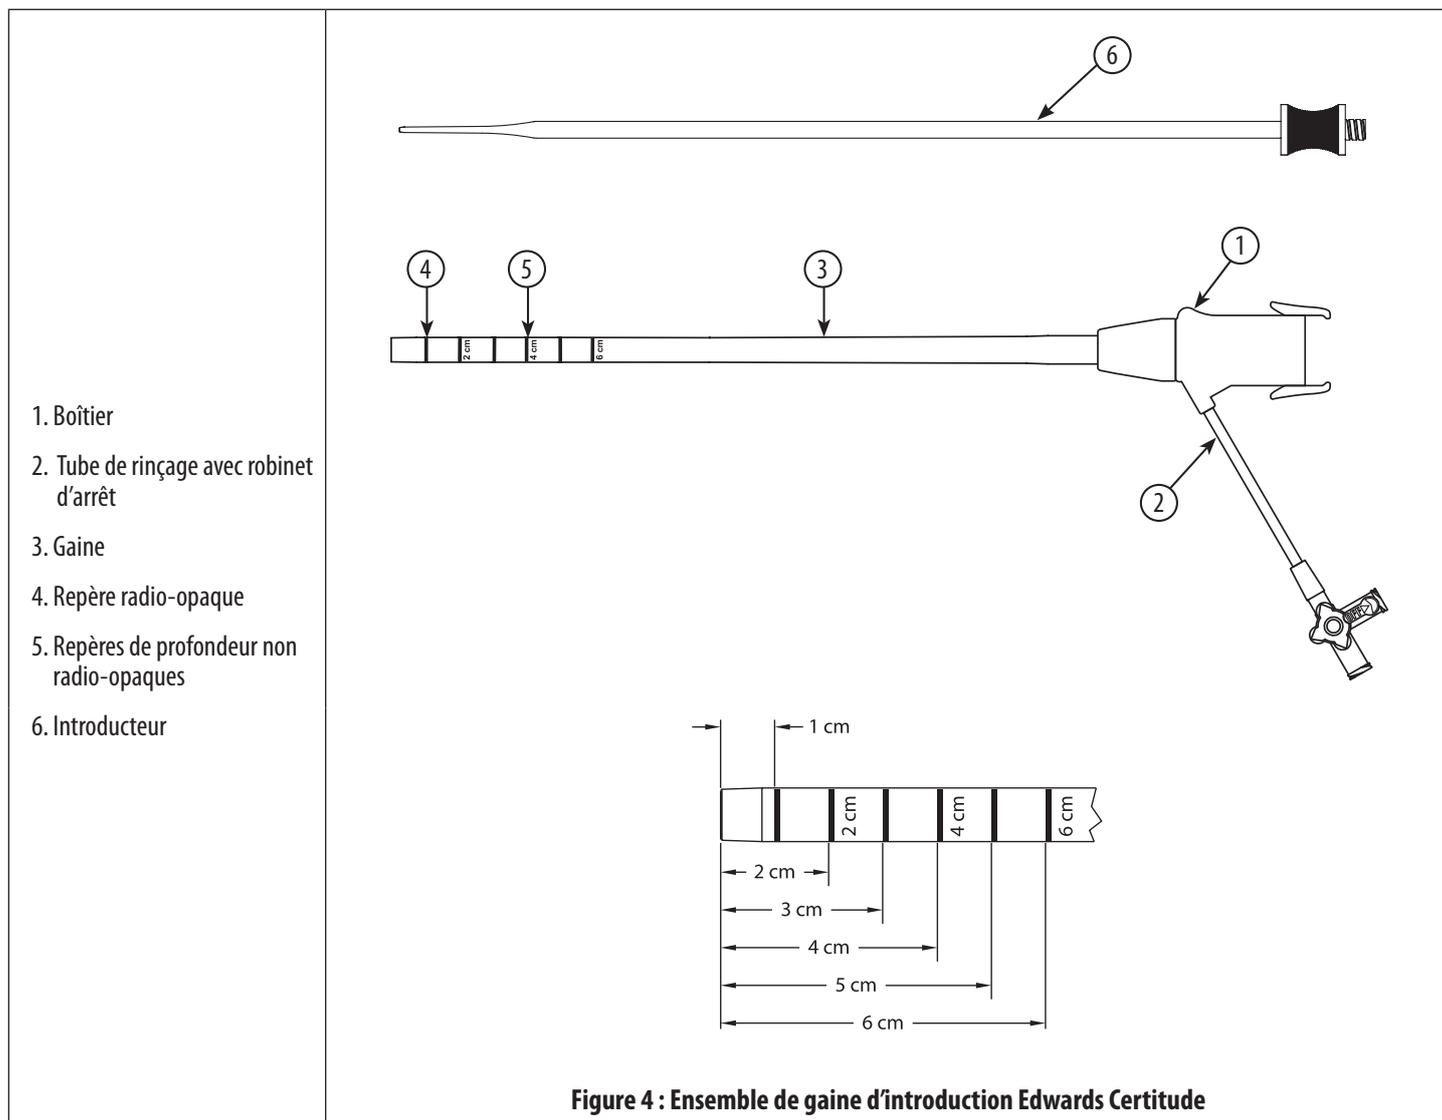

Figure 4 : Ensemble de gaine d'introduction Edwards Certitude
• Ensemble de gaine d'introduction Edwards Certitude (figure 4)